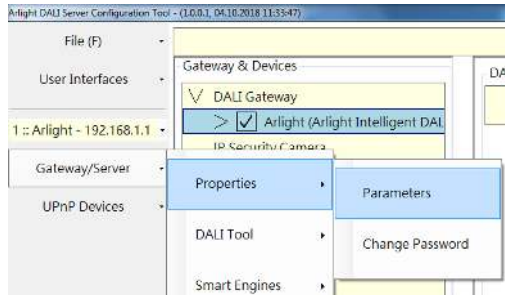

Рисунок 4.
4. Для получения детальной информации о контроллере и его настройках нажмите Gateway/Server -> Properties -> Parameters (Рисунок 4).